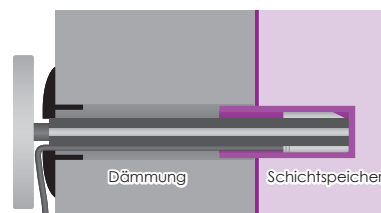

Bild 13: Das Steckmodul ist bis zum Anschlag in die Tauchhülse geschoben.
4. Schieben Sie das Steckmodul bis zum Anschlag in die Tauchhülse (► *Bild 13*).